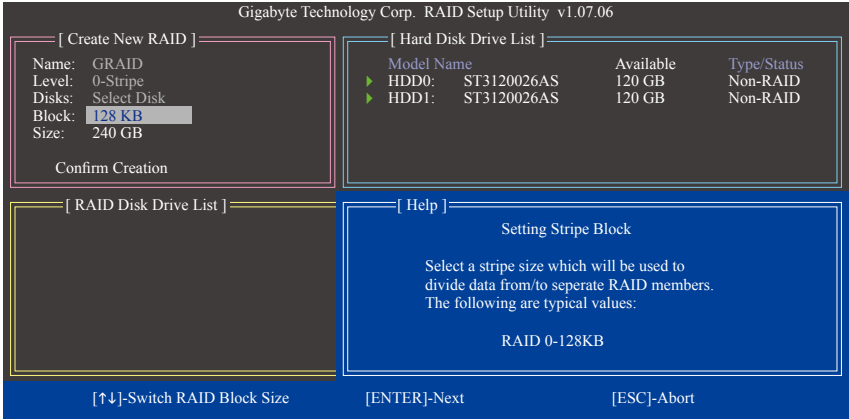

图6
4. 设置磁盘窗口大小(Block): 若选择制作RAID 0, 需指定磁盘窗口大小。使用<↑>或<↓>键选择需要的磁盘窗口大小(图6), 可调范围是从4 KB至128 KB。完成后按<Enter>键。